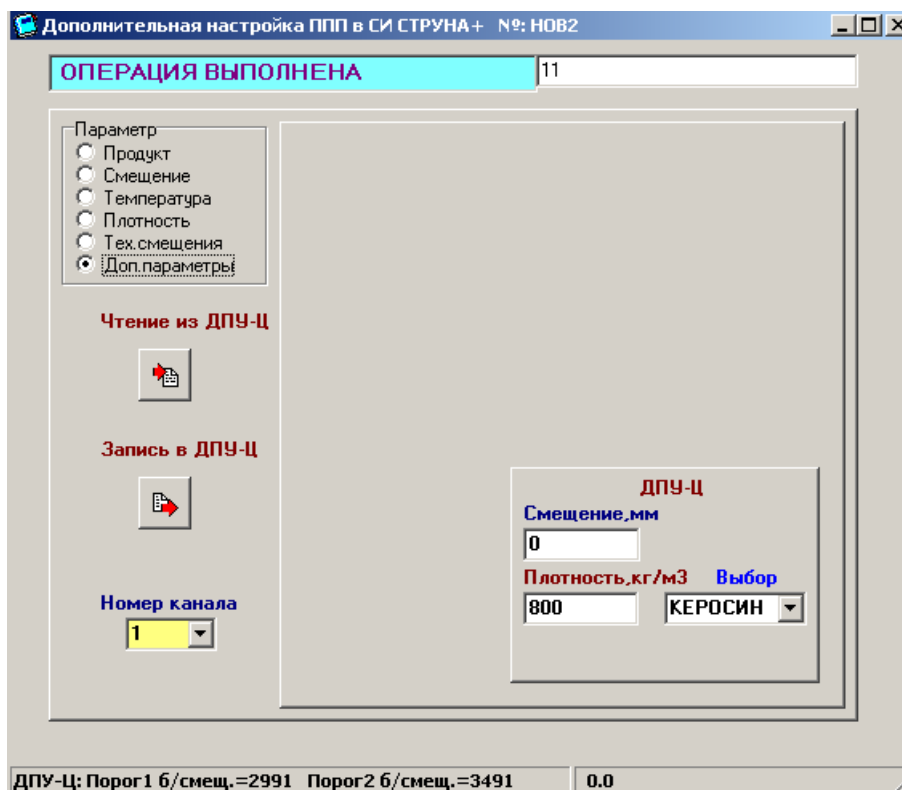
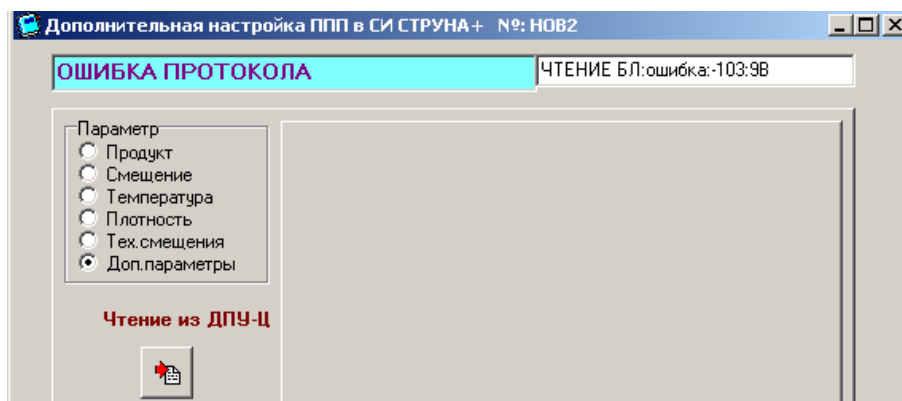

Рисунок 6.15
Рисунок 6.16
При выборе измерительного канала с параметром «Доп.параметры» на экране отображаются считанные прикладные параметры ДПУ-Ц (рисунок 6.15). При успешном подключении датчика на верхнем табло появляется надпись «ОПЕРАЦИЯ ВЫПОЛНЕНА». При неуспешном подключении – надпись «ОШИБКА ПРОТОКОЛА» (рисунок 6.16).
- порог 1 без смещения – «**Порог 1 б/смещ.**» (**Чтение** .Значение отображается на нижнем табло.См.рисунок 6.15);
- порог 2 без смещения – «**Порог 2 б/смещ.**» (**Чтение** .Значение отображается на нижнем табло. смотри рисунок 6.15).